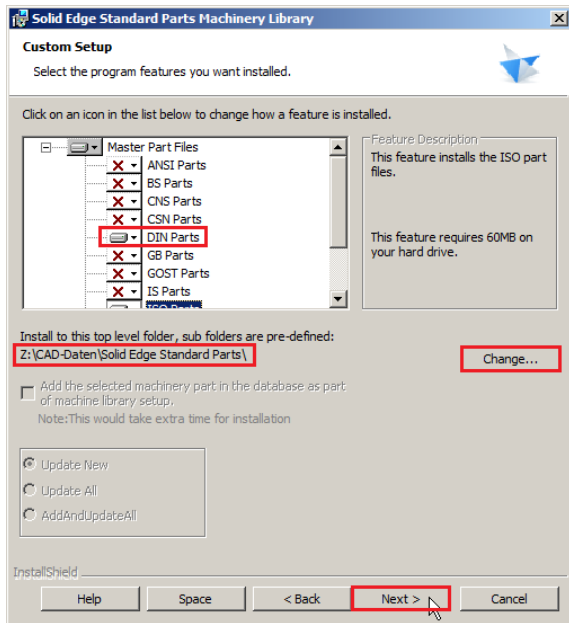

Abbildung 5
- 2.3. Wählen die zu installierenden Normen aus (Abb. 5), dann rufen Sie mit einem Klick auf „Change“ den Dialog auf, um den Installationsordner für die Standard Parts einzustellen. Weiter mit „Next“.